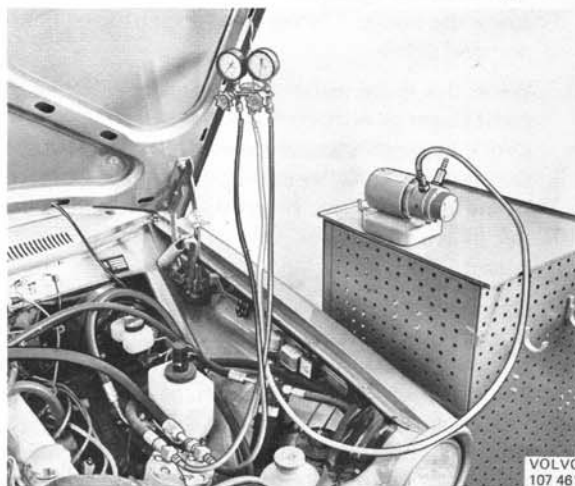

Abb. 89 Anschlußweise für Vakuumpumpe
2. Den blauen Schlauch vom Unterdruckmanometer auf der Saugseite des Kältemittelkompressors anschließen (Erkennung am Zylinderkopf: „SUC-TION“). Den roten Schlauch vom Hochdruckmanometer auf der Druckseite des Kältemittelkompressors anschließen (Erkennung: „DISH“). Der mittlere, weiße Schlauch wird am Sauganschluß der Vakuumpumpe angeschlossen (Abb. 89). **Hinweis!** Schnellverschraubungen nur von Hand festdrehen, damit die Dichtungskegel nicht beschädigt werden.